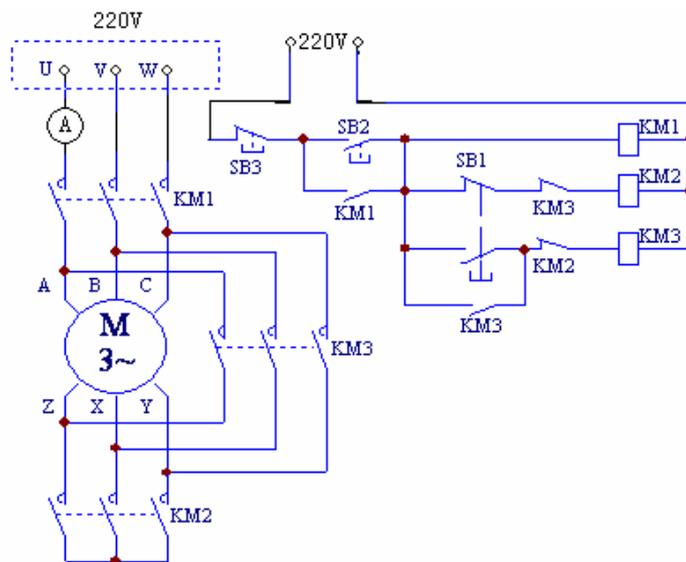

图 2-9 接触器控制 Y- Δ 降压起动线路
按图 2-9 线路接线，经检查无误后，方可进行通电操作。
(1) 实验用时间继电器为通电延时式时间继电器，主回路接线同图 2-9，因此，所设计的控制线路若能先使 KM1 和 KM2 得电闭合，后经一定时间的延时，使 KM2 失电断开，而后使 KM3 得电闭合，则电动机就能实现降压起动后自动转换到正常工作运转。
(2) 接触器 KM3 与 KM2 通过动断触头实现电气互锁，保证 KM3 与 KM2 不会同时得电，以防止三相电源的短路事故发生。
(3) 保证在按下按钮后，使 KM2 先得电，依靠时间继电器 KT 延时动合触头和延时动断作用，再保证 KM2 先断，而后再自动接通 KM3，避免换接时电源可能发生的短路事故。
(4) 线路正常运行 (Δ 接) 时，接触器 KM2 及时间继电器 KT 均处断电状态。